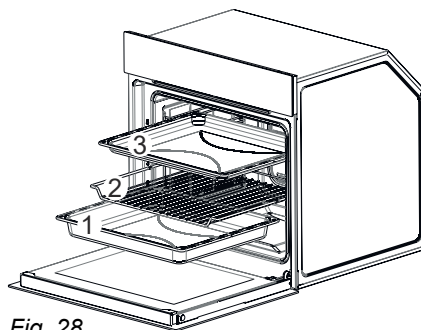

Fig. 28
- Снимите противни и решетку соответственно. (Fig. 28/ 1-2-3).